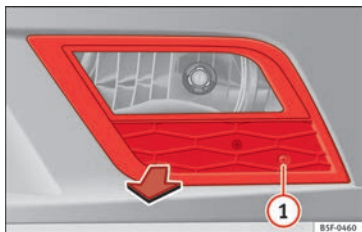

Abb. 189 Nebelscheinwerfer
- Entfernen Sie die Schraube » Abb. 189 ① mit einem Schraubendreher aus dem Gitter des Nebelscheinwerfers.